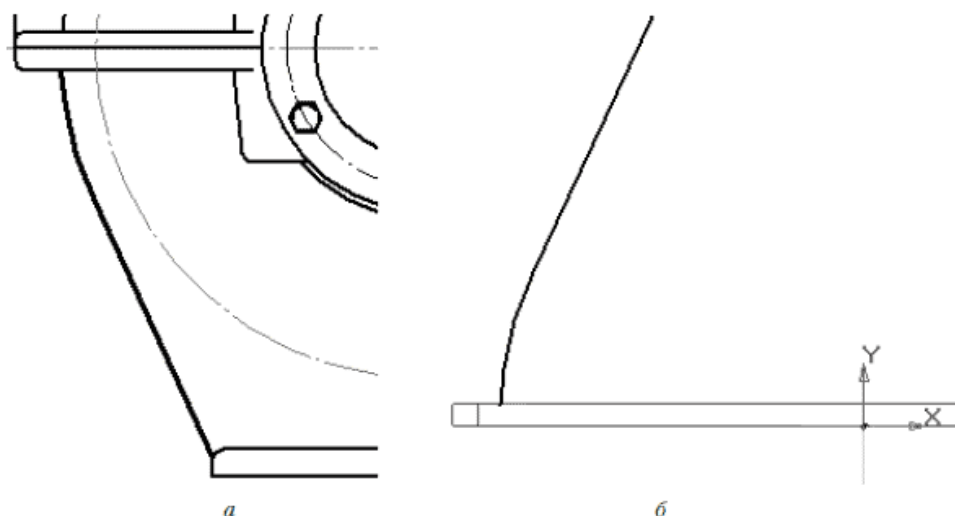

Рис. 3.73. Изгиб передней стенки редуктора: кривая на чертеже (а) и ее размещение в эскизе (б)
5. Теперь начните создание эскиза в плоскости ZY. Нарисуйте в нем кривую, очерчивающую изгиб передней стенки редуктора (рис. 3.73). Ее также можно скопировать с главного вида чертежа редуктора (так будет даже точнее). При создании этого эскиза необходимо учесть, что система, устанавливая ориентацию по нормали к плоскости эскиза, разворачивает модель вверх дном. Это значит, что изображения всех эскизов, размещенных в плоскости ZY или параллельных ей плоскостях (которые отвечают изображению